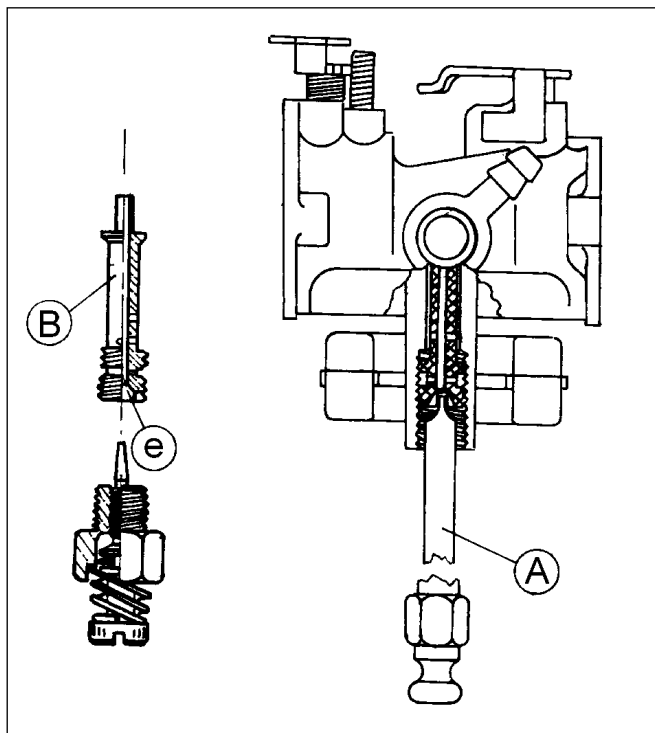

Abb. 15
- Prüfen Sie, ob Haupt- und Leerlaufeinstellschraube abgenutzt sind. Sollten die Kegelspitzen abgenutzt sein, tauschen Sie die Schrauben aus. Prüfen Sie, ob die Dichtung beschädigt ist, ersetzen Sie die Dichtung, falls Beschädigungen sichtbar sind. Benutzen Sie zum Entfernen und Austauschen der Hauptdüse das von Tecumseh gelieferte Spezialwerkzeug (Abb. 15-A).
- Vergewissern Sie sich, ob der Schraubenschlitz der Hauptdüseinstellschraube (Teil B, Abb. 15) nicht beschädigt ist und der Schraubensitz keine starken Abnutzungen oder andere Beschädigungen aufweist. Überprüfen Sie, ob die Kraftstoff-Einströmmöffnung der Hauptdüse (Abb. 15, e) nicht verstopft oder die Öffnung verzogen ist. Ersetzen Sie das Teil, falls es beschädigt ist.